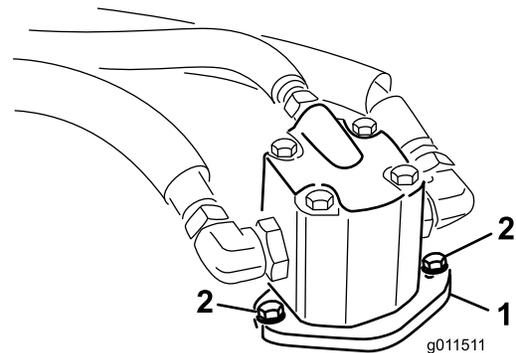

Рисунок 78
4. Выверните болты крепления гидроцилиндра к деке газонокосилки (Рисунок 78).